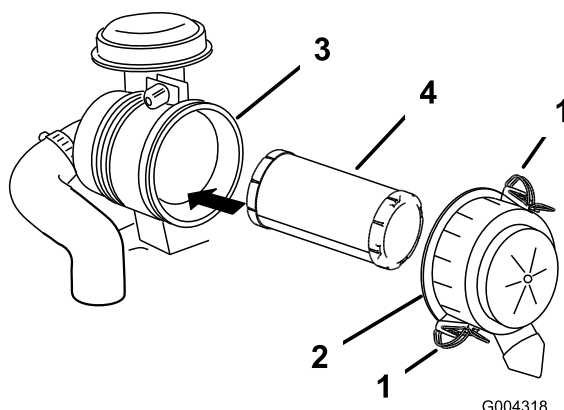

Figure 32
3. Ouvrez les attaches du filtre à air et séparez le couvercle du corps du filtre (Figure 32).
5. Sortez l'élément filtrant du corps du filtre avec précaution (Figure 32). Évitez de cogner l'élément à l'intérieur du corps.
2. Insérez l'élément filtrant dans le corps du filtre avec précaution (Figure 32).
3. Reposez le couvercle du filtre à air, le côté portant l'inscription **UP** en haut, et fermez les dispositifs de verrouillage (Figure 32).